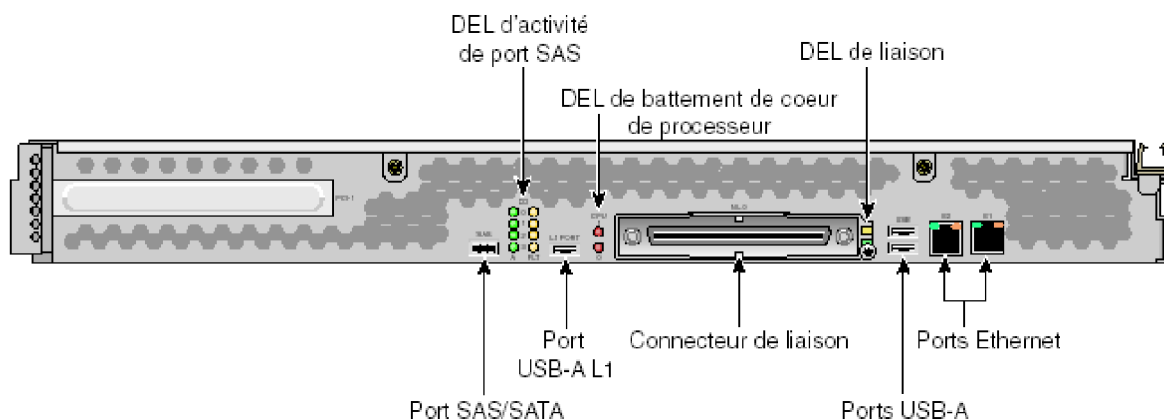

Figure 1-3 Éléments du panneau arrière du système
- La figure 1-3 présente les éléments du panneau arrière du système.